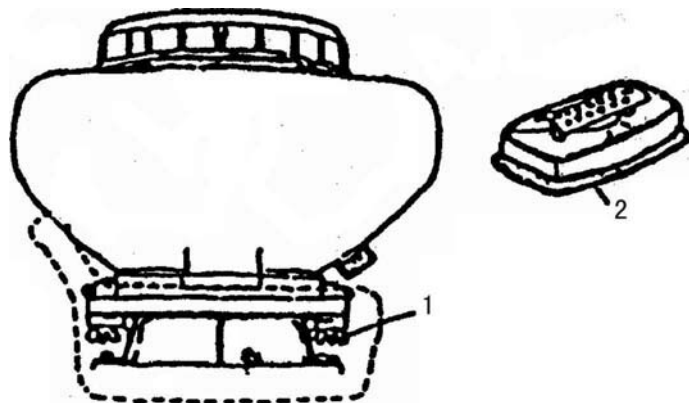

Рис.1
- 1) Удалите барашковые гайки, фиксирующие бак для химикатов и удалите бак. Замените пластину распыления на пластину опрыскивания, переустановите бак для химикатов и зафиксируйте его барашковыми гайками как показано на Рис. 1.